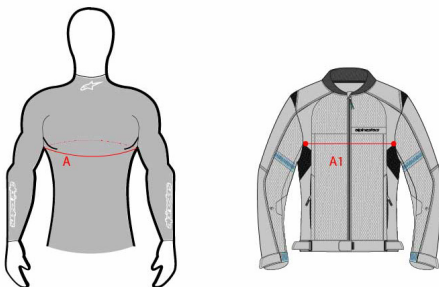

Figura 22: Referencias para las ubicaciones de la circunferencia torácica (A) y la anchura torácica de la prenda (A1)
ADVERTENCIA! Tech-Air[®] Off-Road debe llevarse con cualquier prenda exterior que cumpla los siguientes criterios: medir la circunferencia del pecho (A) y la anchura de la prenda en la región pectoral (A1). La prenda es compatible con el sistema Tech-Air[®] Off-Road si A1 es mayor que A dividido por 2 más 16 cm ($A1 > 0,5 \times A + 16 \text{ cm}$ o $A1 > 0,5 \times A + 6,30 \text{ in}$) (véase la figura 22 a continuación).